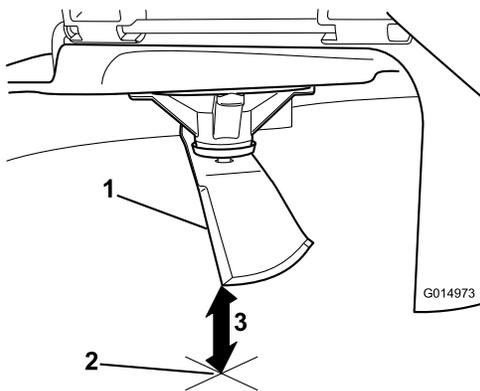

Bild 73
- Messen Sie von der Messerspitze bis zu ebenen Fläche (**Bild 73**).